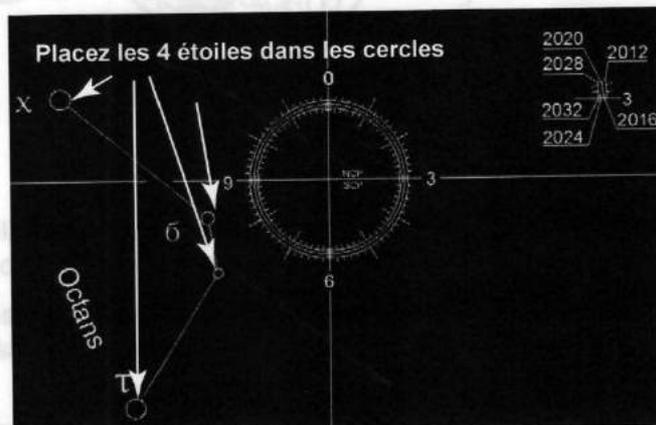

Fig. 25
1. Placez dans le viseur polaire les 4 petites étoiles de magnitude 5 à 6 de la constellation de l'Octant (Fig. 25).